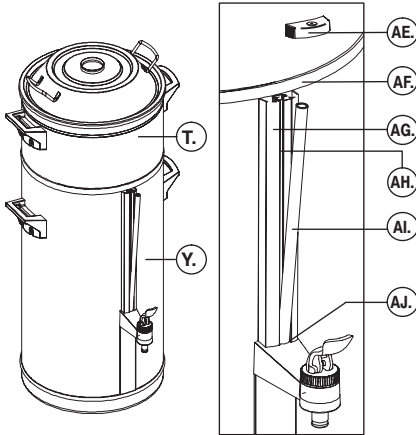

Fig. 10 Reinigen van het peilglas
- Reinig het peilglas (fig. 10):